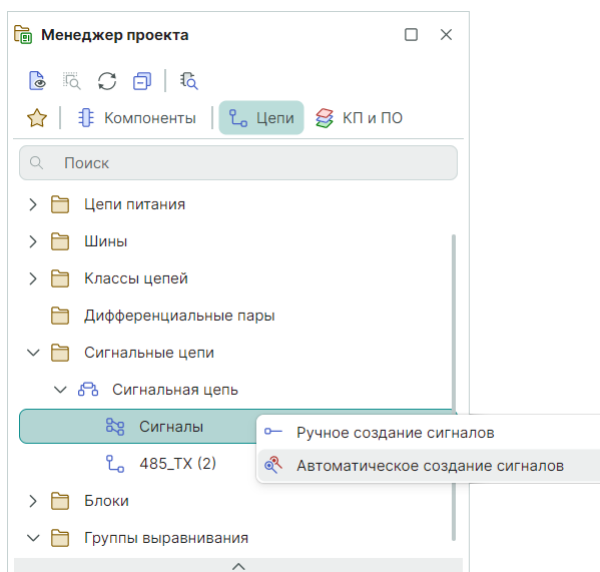

Рис. 154 Создание сигналов для выбранной сигнальной цепи в автоматическом режиме
1. В панели «Менеджер проекта» → «Сигнальные цепи» выберите сигнальную цепь, установите курсор на пункт «Сигналы», вызовите контекстное меню и выберите пункт «Автоматическое создание сигналов», см. Рис. 154.